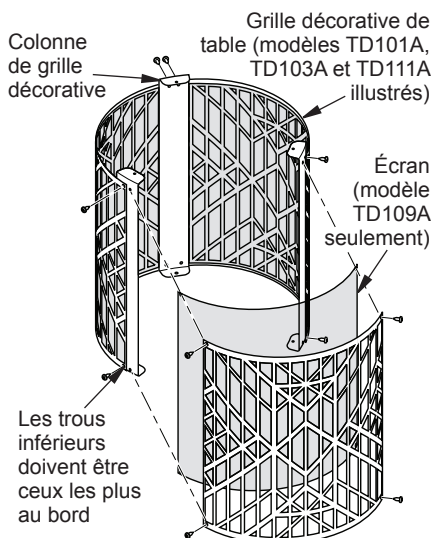

Figure 6 - Assemblage des grilles décoratives et des colonnes de grille
- décoratives autour des colonnes des grilles. Fixez aux colonnes avec 4 vis (C) par grille comme illustré à la figure 6.